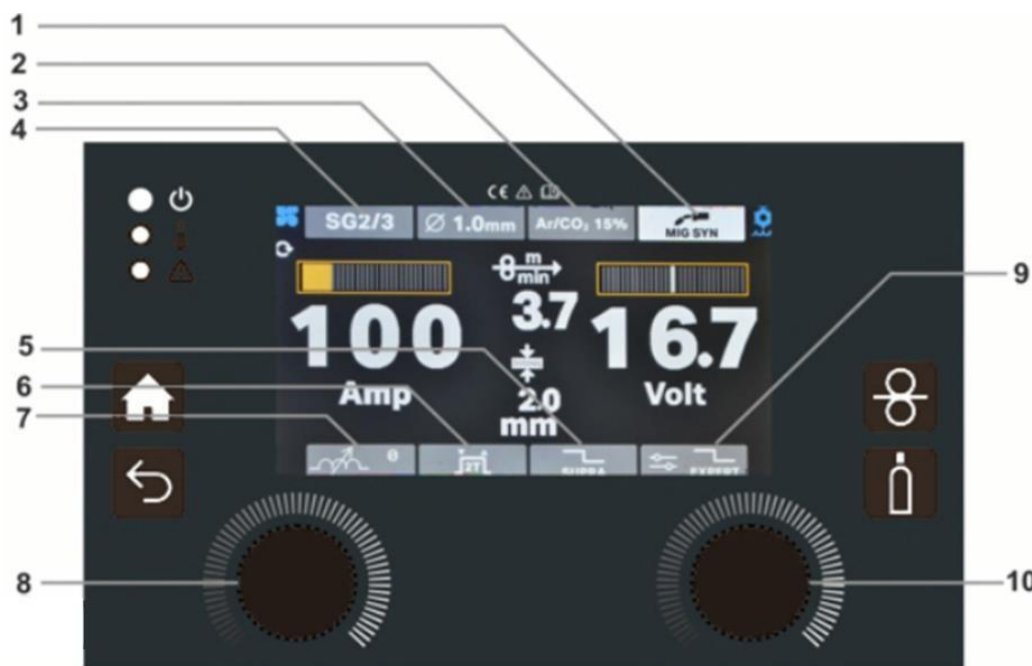
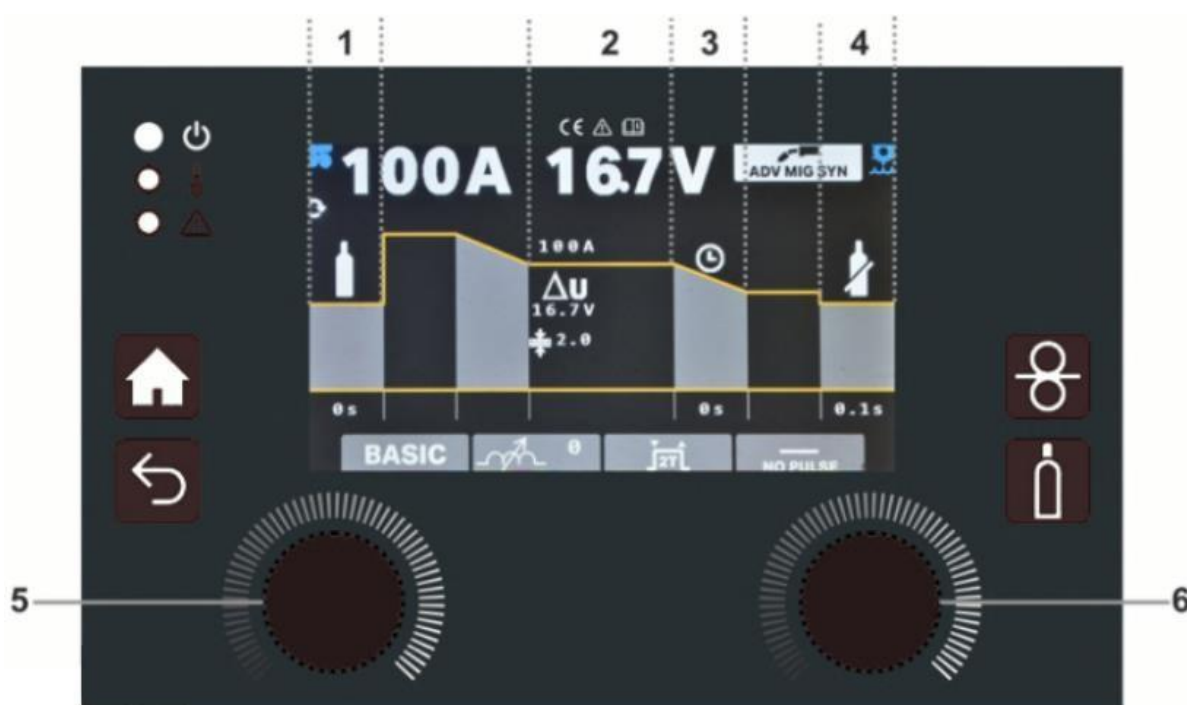

Fig. 5.
Fig. 6
Seleccione el modo de soldadura MIG/MAG SYN pulsando el encoder lateral derecho (10 - Fig. 5) en la opción de menú correspondiente. Ha entrado en el modo MIG SYN en el que puede visualizar el estado del modo respectivo (1 - Fig.1)
- Todos los elementos del menú se vuelven rojos cuando se hace clic en ellos para establecer su valor. Seleccione el material a soldar (elemento de menú 4 - Fig. 5), el diámetro del hilo (elemento de menú 3 - Fig. 5) y el tipo de gas (elemento de menú 2 - Fig. 5) con el encoder derecho (10 - Fig. 5) de acuerdo con las siguientes tablas de programas sinérgicos:
- Ajuste la inductancia (opción de menú 7 - Fig. 5) con el encoder lateral derecho (10 - Fig. 5): menos inductancia (arco más estrecho, más penetración) y más inductancia (arco más ancho, más relleno).
- Dentro del programa sinérgico, puede ajustar la corriente de soldadura con el encoder del lado izquierdo (8 - Fig. 5) y con el encoder del lado derecho (10 - Fig. 5) puede realizar un ajuste sinérgico fino.
- Puede elegir entre los modos de antorcha de soldadura 2T, 4T o SPOT con el encoder lateral derecho (10 - Fig. 5):
Modo de punto MIG/MAG - Cuando se selecciona indica que la máquina está en modo de soldadura por puntos MIG/MAG. Gire el encoder del lado derecho (10 - Fig. 5) para seleccionar el tiempo de SPOT en segundos. Inicie la soldadura por puntos pulsando el gatillo de la antorcha y continuando pulsado hasta el final del programa de soldadura MIG ajustado.
- Puede elegir entre soldadura de cortocircuito no pulsada y SUPRA (elemento de menú 5 - Fig. 5) con el encoder lateral derecho (10 - Fig. 5). SUPRA es un tipo de soldadura pulsada (una alternancia entre dos niveles de potencia) con modo de transferencia en cortocircuito (véase el capítulo 8.4 para más información).
Para entrar en ADV MIG SYN, gire el encoder derecho (Nr.10 - Fig. 5) hasta que el botón (nr.9 - Fig. 5) se vuelva amarillo. A continuación, pulse el botón del encoder derecho. Para seleccionar el MODO BÁSICO (en ADV MIG SYN), pulse el botón del encoder derecho (nº6 - Fig. 6) hasta que un parámetro se vuelva amarillo. Gira el encoder derecho hasta que el botón BASIC/EXPERT se vuelva amarillo. Pulsa el botón derecho del encoder para que el botón BASIC/EXPERT se vuelva rojo. Gira el encoder derecho hasta que aparezca el modo BÁSICO.
Para entrar en ADV MIG SYN, gire el encoder derecho (Nr.10 - Fig. 5) hasta que el botón (nr.9 - Fig. 5) se vuelva amarillo. A continuación, pulse el botón del encoder derecho. Para seleccionar EXPERT MODE (en ADV MIG SYN), pulse el botón del encoder derecho (nº 10 - Fig. 8) hasta que un parámetro se vuelva amarillo. Gira el encoder derecho hasta que el botón BASIC/EXPERT se vuelva amarillo. Pulsa el botón derecho del encoder para que el botón BÁSICO/EXPERT se vuelva rojo. Gira el encoder derecho hasta que aparezca el modo BÁSICO.